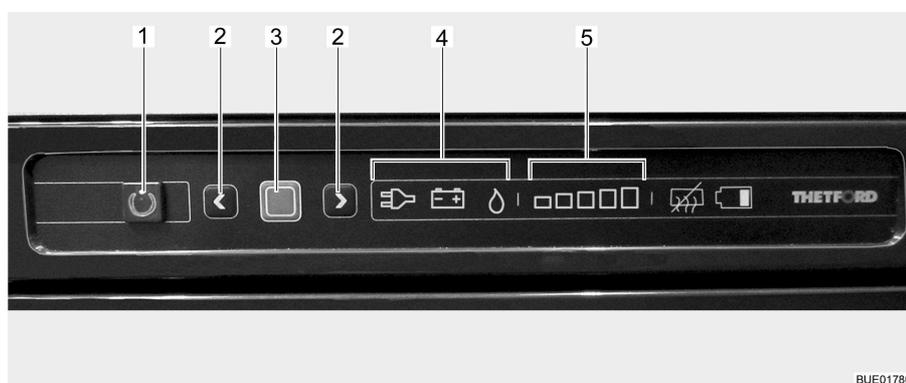

Fig. 93 Boutons de commande pour le réfrigérateur
Le mode de fonctionnement actuel est indiqué par un symbole éclairé (Fig. 93,4) sur l'unité de commande.
Lorsque le réfrigérateur est mis en marche, il choisit automatiquement la dernière température du thermostat sélectionnée. Ce réglage peut cependant être corrigé manuellement à l'aide des touches fléchées (Fig. 93,2). Les
barres lumineuses de l'indicateur du degré de refroidissement (Fig. 93,5) indiquent le réglage sélectionné du thermostat. La température de réfrigération de tous les trois types d'énergie est réglée avec les touches fléchées. Il faudra attendre quelques heures jusqu'à ce que le réfrigérateur ait atteint sa température normale de réfrigération. Il garde toutefois son réglage de température lorsqu'on change d'un mode à un autre. La température de réfrigération est maintenue indépendamment du type d'énergie choisi.
- Appuyer sur la touche Marche/Arrêt (Fig. 93,1) pendant 1 seconde. La touche (Fig. 93,1) s'allume en vert. L'affichage devient plus sombre pour des raisons d'économie d'énergie au bout d'env. 10 secondes.
- Appuyer sur la touche de confirmation (Fig. 93,3) pendant env. 2 secondes. Les symboles des modes de fonctionnement (Fig. 93,4) clignotent.
- Pour changer de mode de fonctionnement, appuyer sur les touches fléchées (Fig. 93,2).
- Pour le régime au gaz, choisir le mode de fonctionnement avec les touches fléchées (Fig. 93,2). L'arrivée de gaz est ouverte. L'allumage s'effectue de manière automatique. Un tic-tac est distinctement perceptible jusqu'à ce que la procédure d'allumage soit effectuée avec succès.
- Appuyer sur la touche de confirmation (Fig. 93,3).
- Appuyer de nouveau sur la touche de confirmation (Fig. 93,3). Le degré actuel de refroidissement est indiqué par les barres lumineuses (Fig. 93,5).
- Pour changer le réglage, appuyer sur les touches fléchées (Fig. 93,2) jusqu'à ce que le réglage désiré soit affiché.
- Appuyer sur la touche Marche/Arrêt (Fig. 93,1) pendant env. 2 secondes. Toutes les lampes s'éteignent. Le réfrigérateur est coupé.